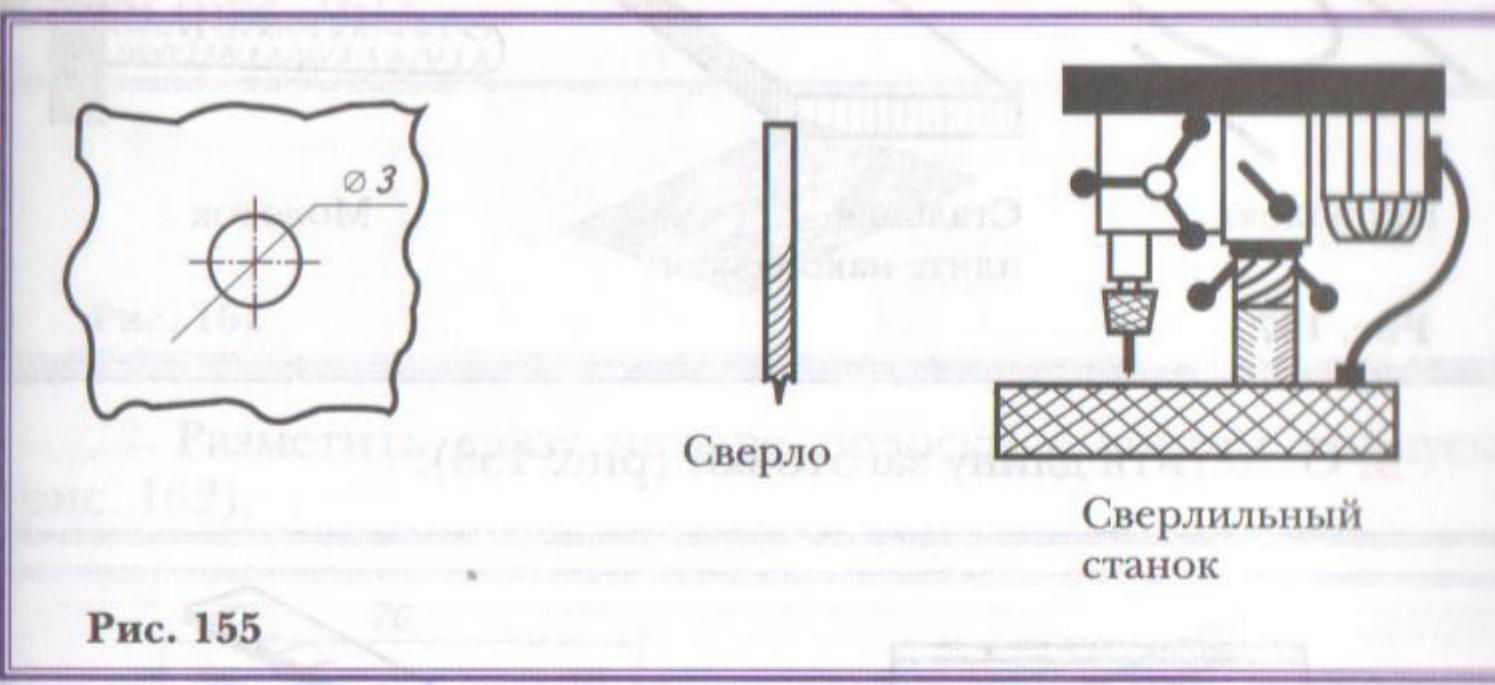

Рис. 155
6. Просверлить на сверлильном станке отверстие $\varnothing 3$ мм глубиной 15 мм (рис. 155).